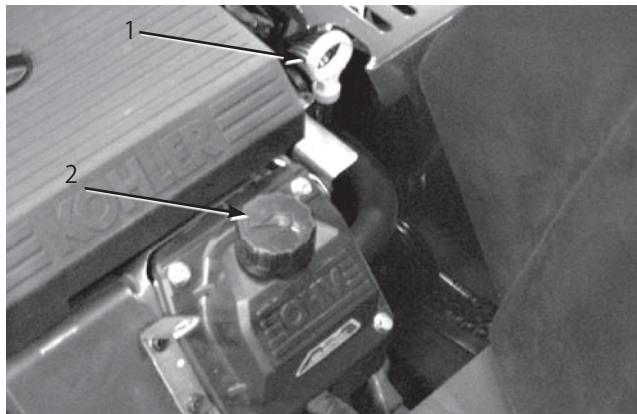

図11
2. 異物が入らないよう、ディップスティック (図11) の周辺をきれいに拭く。